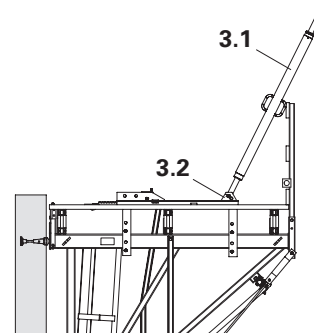

Fig. B2.06
2. Fixar o estabilizador 164-224 (3.1) ao carro usando cavilhas e grupilhas (3.2). Abrir até ao comprimento aproximado e ligar ao guarda-corpos para evitar cair. (Fig. B2.06)